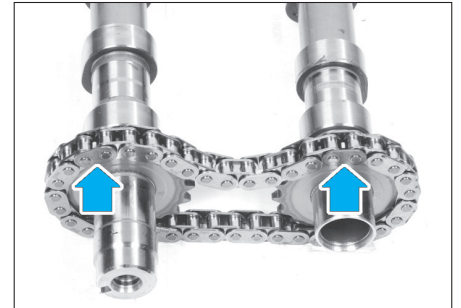

Fig. 69
- Positionner la chaîne des deux arbres à cames en respectant les deux repères sur la chaîne. Les deux maillons cuivrés doivent faire face aux dents peintes en jaune des pignons d'arbres à cames (Fig.69).